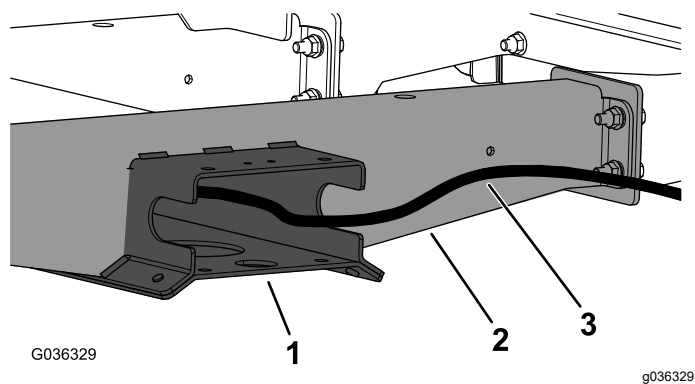

Figure 6
4. Acheminez le flexible du kit le long du profilé de plancher et à travers l'ouverture dans le profilé de cadre (Figure 6).